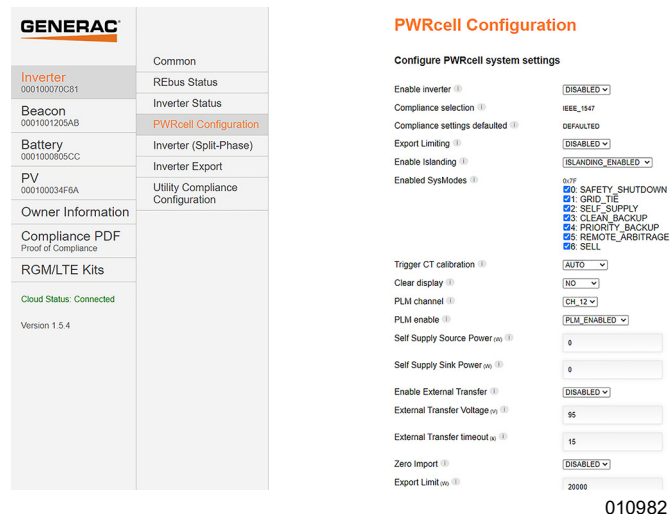

Figure 6-26. Configuration PWRcell
- Voir **Figure 6-26**. Pour modifier un paramètre, cliquer dessus, effectuer le changement souhaité, puis cliquer sur Submit (Soumettre). Les modifications effectuées ne sont pas mises en œuvre tant qu'on n'a pas sélectionné Submit pour finir.